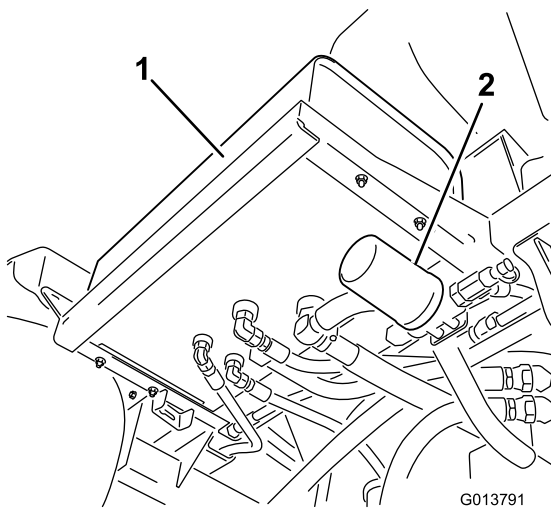
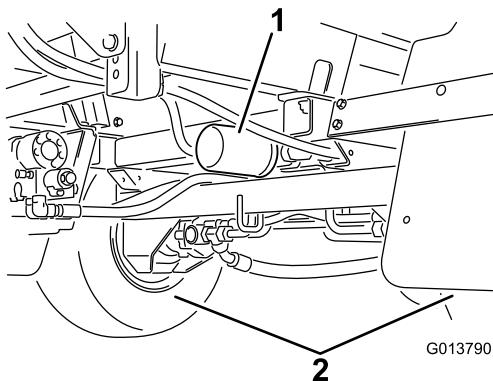

Рисунок 96
Рисунок 97
2. Найдите два гидравлических фильтра на машине (Рисунок 96 и Рисунок 97).